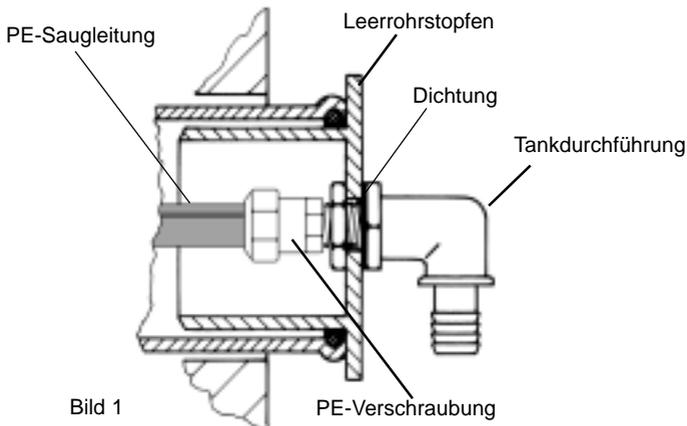

Bild 1
- Den Leerrohrstopfen mittels der Dichtung und der Mutter dicht und fest mit der Tankdurchführung verbinden, siehe Bild 1.
- Die Tankdurchführung mitsamt des Leerrohrstopfen und der PE-Saugleitung in die entsprechende Muffe des Leerrohres einschieben, siehe Bild 1.